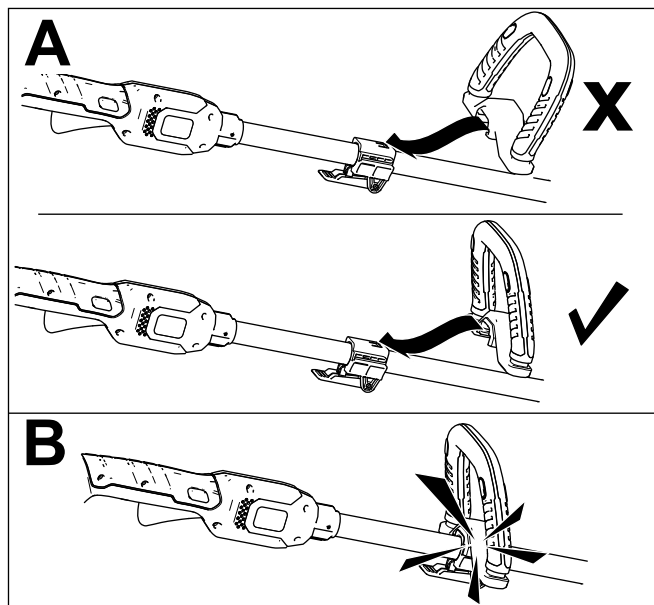

Figure 4
1. Alignez le creux le long du manche sur le creux de la poignée auxiliaire et faites glisser la poignée auxiliaire vers le manche de la débroussailleuse (encadré A de la Figure 4).
2. Enclenchez la poignée fermement en place (encadré B de la Figure 4).